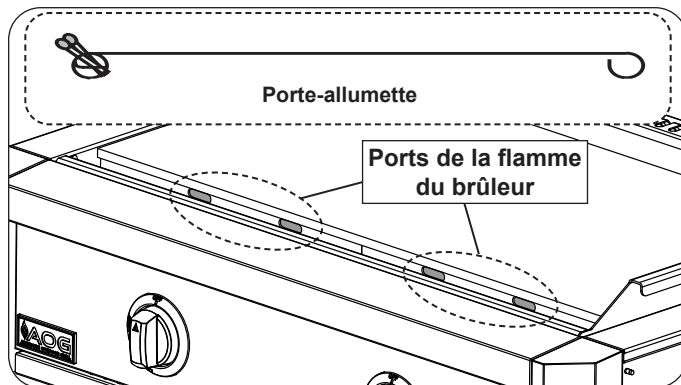

Fig. 34-2 Ports de la flamme du brûleur
Important: Inspectez les flammes des brûleurs en regardant à travers les ouvertures d'observation des flammes situées au-dessus de la gouttière du bac collecteur. Ajustez votre position d'observation au besoin afin de vous assurer de la présence des flammes. (Fig. 34-2).
2. Insérez soit une allumette longue enflammée, soit une allumette enflammée tenue par un porte-allumette à rallonge métallique dans les ouvertures d'observation de la flamme du brûleur **pendant 5 secondes**. (Fig. 34-2).